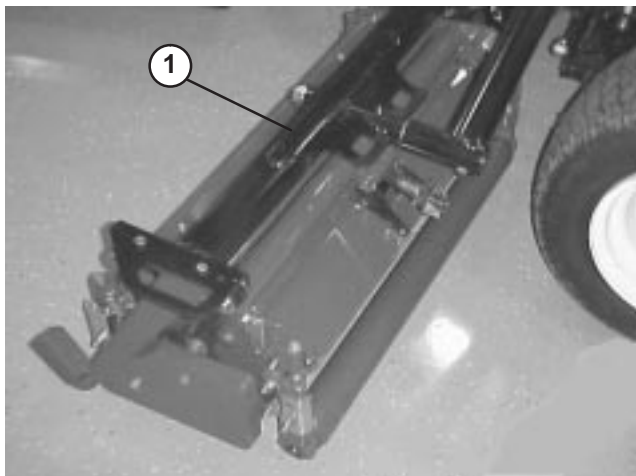
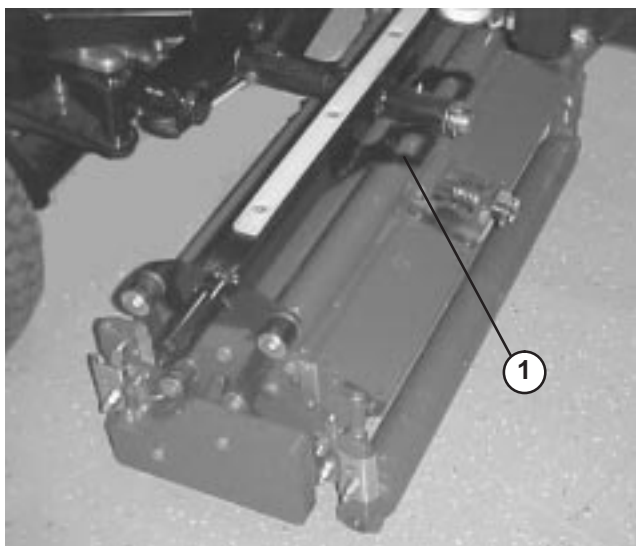
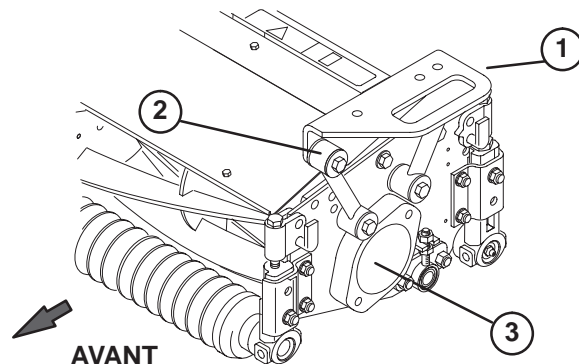

Figure 16
Figure 17
Figure 18
**Remarque :** Quand les bras de levage sont élevés au maximum, les flexibles doivent être acheminés comme illustré à la Figure 18 et se trouver à 1–3 mm du bras de levage.
2. Placez un bâti porteur avant (Fig. 16) sur chaque plateau de coupe avant. Alignez les trous de montage avec les biellettes de montage comme illustré à la Figure 18.
3. Positionnez le bâti porteur arrière (Fig. 17) sur le plateau de coupe arrière, et alignez les trous de montage avec les biellettes de montage comme illustré à la Figure 18.
4. Fixez chaque biellette au bâti porteur avec une vis d'assemblage (3/8-16 x 2-1/4 pouce), (2) rondelles plates et un contre-écrou, comme illustré à la Figure 18. Placez une rondelle de chaque côté de la biellette lors du montage. Serrez à 42 Nm.
3. Enlevez l'obturateur de transport des logements de roulements sur les plateaux de coupe restants (Fig. 18).